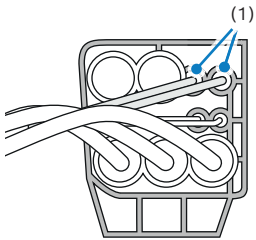

Abb. 4
16. Anschlüsse (1) aus Kammer 1 und Kammer 2 entfernen (Abb. 4)